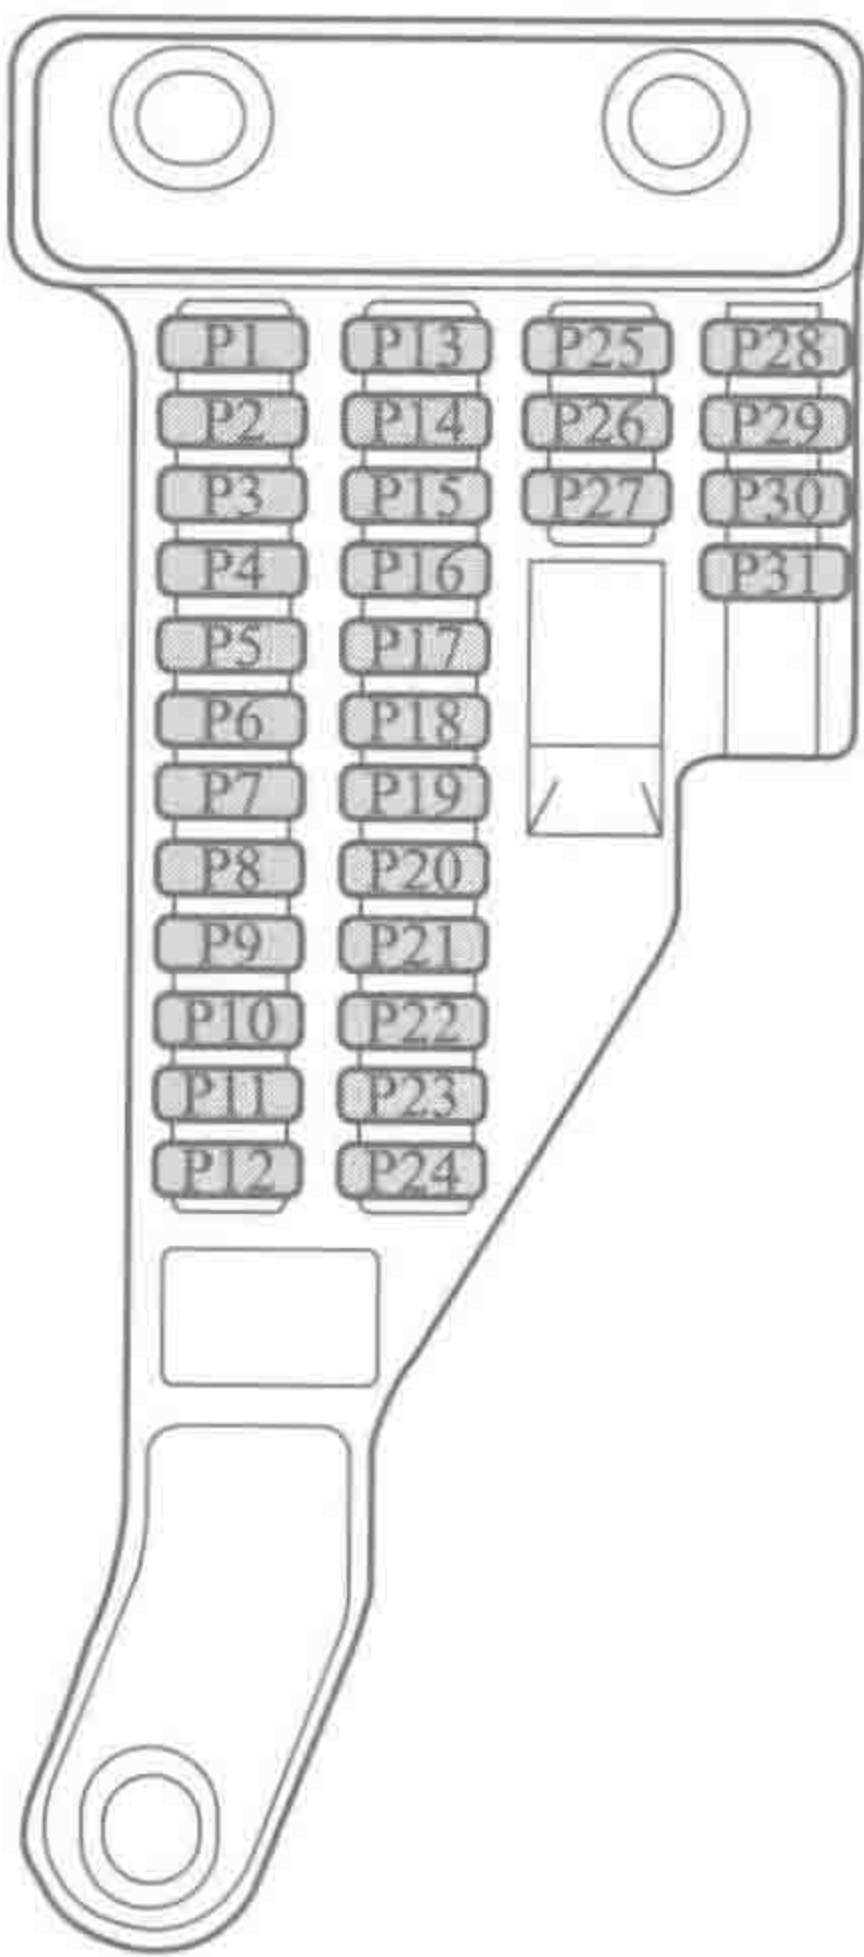

图 1-1-4 驾驶员侧熔断器盒内熔断器识别
2. 驾驶员侧熔断器盒内熔断器识别及功能说明 (图 1-1-4 和表 1-1-4)